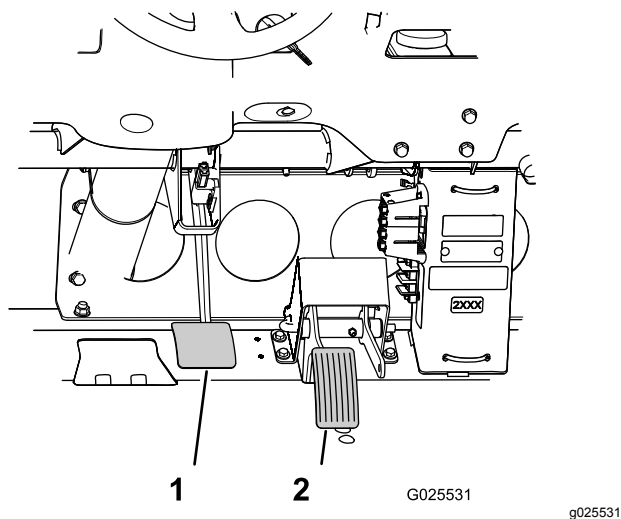

Figure 80
3. Soulevez la pédale de frein (Figure 80) jusqu'à ce qu'elle touche le cadre.